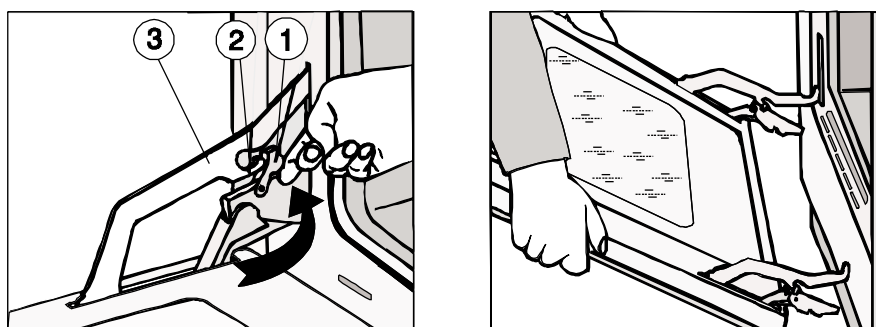

Bild 22 Herausnehmen der Backofentür
- die Türscharniere an beiden Seiten fixieren - durch Anbringen der Schelle 1 auf die Klemme 2 des Bügels 3 dieser Scharniere (Bild 22),